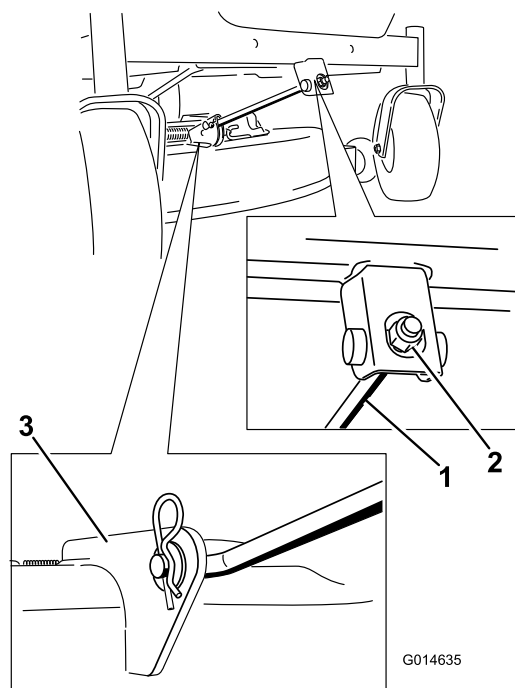

Figura 58
4. Retire el pasador de horquilla de la varilla de soporte delantera y retire la varilla del soporte de la carcasa (Figura 58). Baje cuidadosamente la parte delantera de la carcasa del cortacésped al suelo.
6. Conecte la varilla de soporte delantera a la carcasa del cortacésped con el pasador y la chaveta (Figura 58).